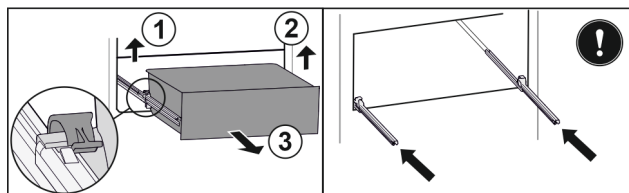

Fig. 177
- ▶ Zvedněte levou svorku a současně vytáhněte zásuvku vlevo dopředu. Fig. 177 (1)
- ▶ Zvedněte pravou svorku a současně vytáhněte zásuvku vpravo dopředu. Fig. 177 (2)
- ▶ Vyjměte zásuvku dopředu. Fig. 177 (3)